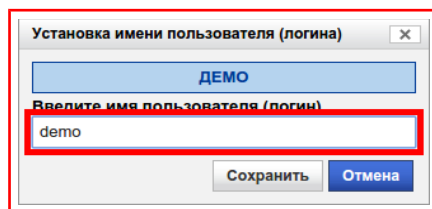

Рисунок 9.74 — Диалоговое окно «Установка имени пользователя (логина)»
- 3) В появившемся диалоговом окне ввести новое имя пользователя (логин) в поле под текстом **«Введите имя пользователя (логин)»**, рисунок 9.74;